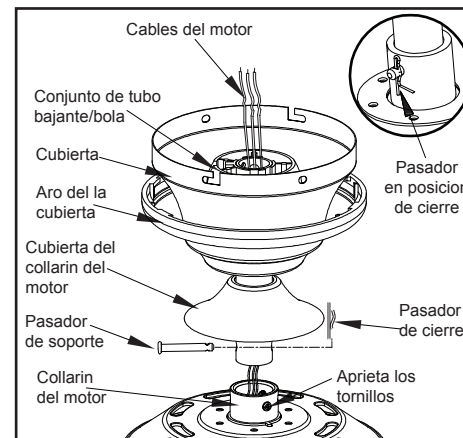

Figura 7
4. Inserta los cables que salen por la parte superior del motor del ventilador, a través de la cubierta decorativa del collarín del motor y enseguida por el aro de la cubierta. Asegúrate de que las ranuras queden en la parte superior. Inserta los cables a través de la cubierta y enseguida a través del conjunto del tubo bajante y bola. (Figura 7)
6. Alinea los orificios en la parte inferior del tubo bajante con aquellos del collarín en la parte superior de la carcasa de motor (Figura 7). Inserta con cuidado el pasador de soporte a través de los orificios del collarín y del tubo bajante. Ten cuidado de no apretar contra el cableado dentro del tubo bajante. Inserta el pasador de cierre en el orificio cercano al extremo del perno hasta que encaje en su posición, como se muestra en el círculo de la Figura 7.